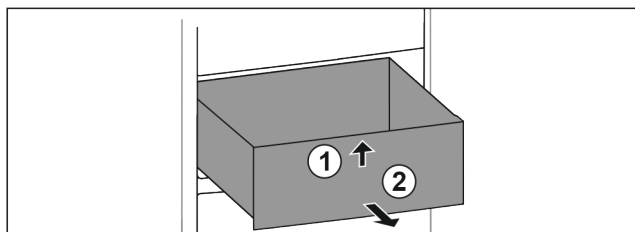

Fig. 112
- Nadzvedněte zásuvku vpředu. Fig. 112 (1)
- Vyjměte zásuvku dopředu. Fig. 112 (2)